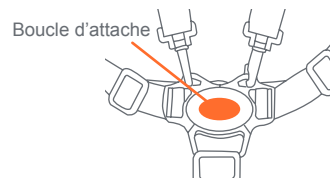

Fig. 15
15) • Pour libérer la ceinture, appuyer sur le bouton rouge au centre des boucles, les deux sangles se détacheront (Fig. 15).